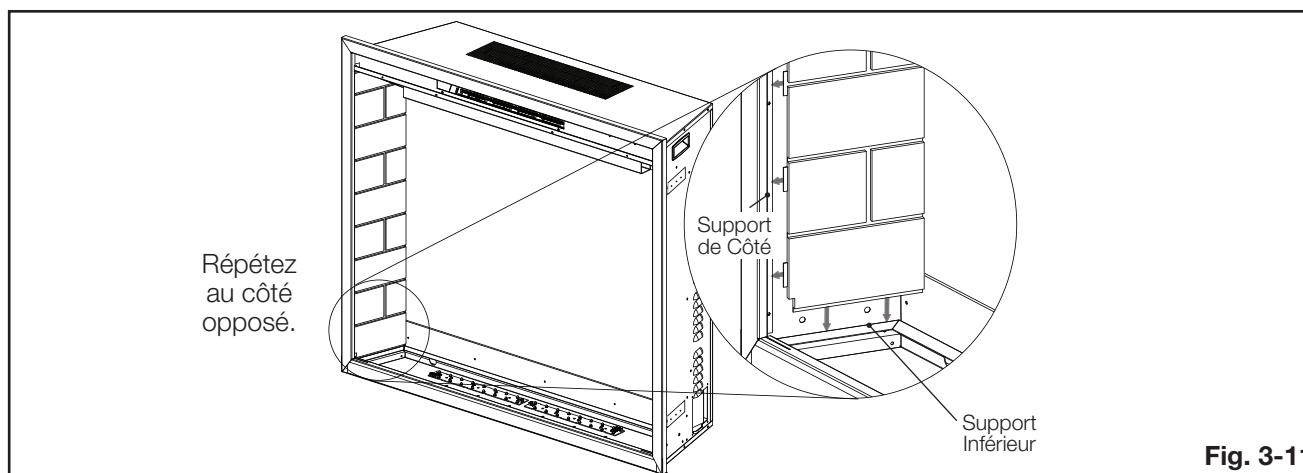

Fig. 3-11
9. Placez les panneaux en brique dans les supports inférieurs et à l'arrière les supports de côté (**Fig. 3-11**).